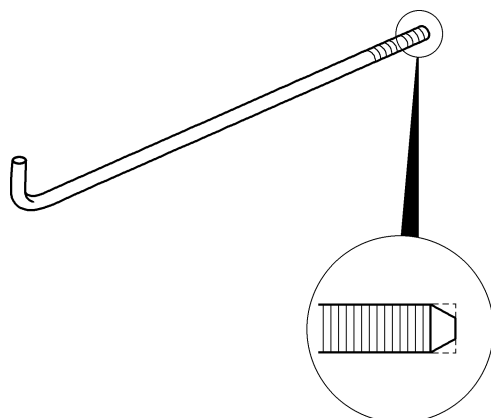

图 23-103 将螺栓的一端打磨成尖头
12) 按照图 23-103 所示, 找一只从蓄电池支架上拆下的螺栓, 把螺栓的一端打磨成尖头。